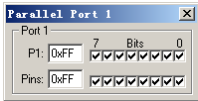

图 6-9 并行端口 1 仿真窗口
(3) 同样，选择“Peripherals”→“I/O-Ports”→“Port 1”命令，打开并行端口 1 仿真窗口，如图 6-9 所示。